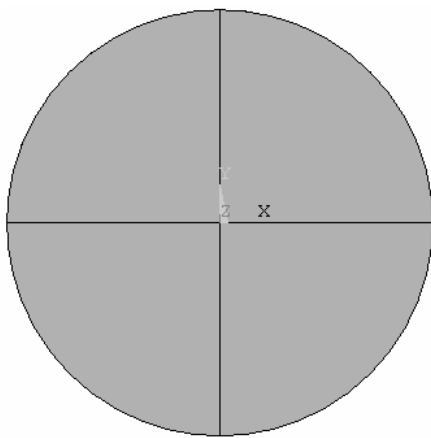

图 9-13 建立 4 个  $90^\circ$  的扇形
(1) 选择单元类型。将手机上壳、下壳、手机内板、地板（固定的刚性板）的单元都分别选为板壳单元（Thin Shell 163）。
(2) 设定实常数。最好对手机上壳、下壳、手机内板上的各个部分（Part）、地板（固定的刚性板）的单元分别设定为实常数，这样可以便于修改各部分的板壳厚度。
(3) 定义材料。给手机的各部分分别定义材料。地板定义为刚体，且该刚体的所有自由度被约束。
(4) 建立几何模型。先建立手机下壳。如图 9-13 所示，建立 4 个  $90^\circ$  的扇形。